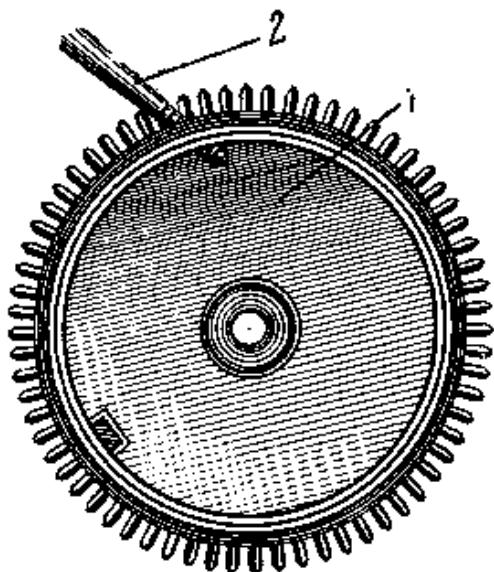

Рис. 141. Способ вставки крючка барабана на резьбе:
2. В баковой стенке барабана просверливают отверстие, нарезают в нем резьбу и с внутренней стороны барабана снимают заусенцы. Отверстие должно быть точно посередине высоты барабана, т. е. между дном его и крышкой. Затем нагортывают латунную проволоку, нарезают на ней резьбу и ввертывают в барабан (рис. 141) настолько глубоко, чтобы высота крючка лишь немного превышала толщину пружины, после чего крючок припаивают. Наружный конец проволоки отрезают напильником — ножовкой, заравнивают напильником заподлицо со стенкой барабана. 3. В более крупных часах рекомендуется на внутренней стенке барабана прорезать место для крючка (рис. 142) не глубже проточки, на которую ложится крышка. Для этого нужно сделать грабштихелем риску, а затем трехгранным бархатным или полубархат-ньгм напильником сделать углубление. Окончательно углубление подправляют ножовкой осторожно и неглубоко.